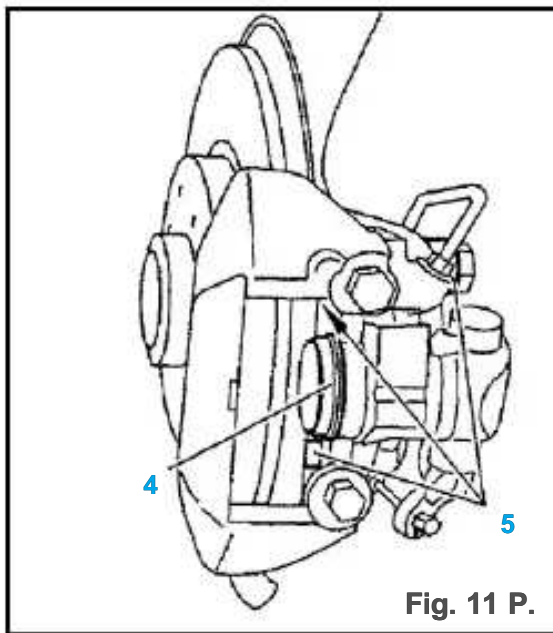

Fig. 11 P.
- controlar visualmente (Fig 11 Br):
- el bien y el ajuste perfecto de la tapa (4) Y el fuelle protección (5).